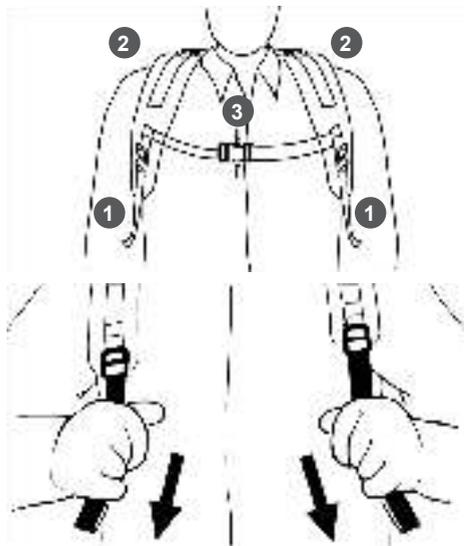

Рис. 8. Подгонка ремня
6. Наденьте воздухопроводку и отрегулируйте ремни (Рис. 8).
4. Отрегулировать плечевые ремни устройства по росту и фигуре (Рис. 8). Отрегулируйте ремни 1 и лямки 2 так, чтобы устройство удобно сидело на спине. Отрегулируйте нагрудный ремень в удобное положение. Застегните замок 3 ремня.